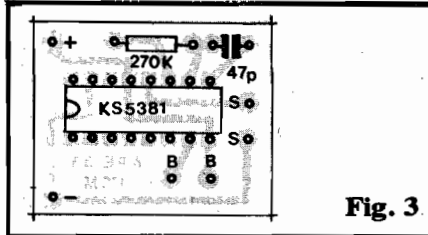
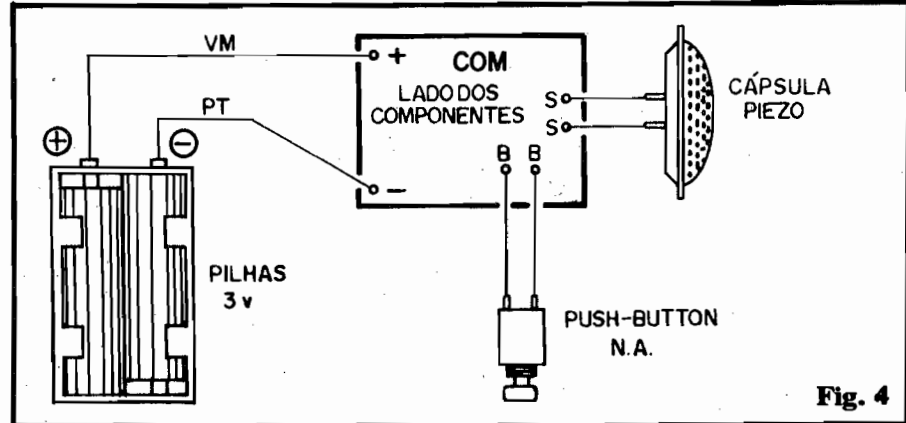

Fig. 3
Fig. 4
- **FIG. 3 - "CHAPEADO" BÁSICO** - Componentes sobre a placa (lado não cobreado) são apenas 3: o Integrado, o resistor e o capacitor! O único cuidado deve ser dedicado ao posicionamento do KS5381 (extremidade com a marquilha virada para a face que contém as entradas de alimentação "+" e "-"...). Quem "conseguir" errar a colocação das peças, será automaticamente classificado como "ANTA DE TÊNIS" (com sua permissão, Jaguar...) e expulso para todo o sempre do seio (êpa!) da família Hobbysta... As ilhas periféricas codificadas destinam-se às conexões de alimentação, **push-button** (B-B) e saída para a cápsula piezo (S-S), ligações estas detalhadas na próxima figura...
- **FIG. 4 - CONEXÕES EXTERNAS À PLACA** - De novo a plaquinha é vista pelo seu lado não cobreado, agora com as ligações "do que fica fora"... Atenção à polaridade da alimentação, sempre codificada com as cores **vermelho** para o **positivo** e **preto** para o **negativo**. As conexões do **push-button** e da cápsula piezo são tão elementares que seria uma afronta aos Leitores ficar aqui dando detalhes... Lembrar apenas que os comprimentos da fiação devem ser compatíveis com a pretendida instalação ou utilização (as medidas dos fios devem - por razões estéticas e práticas - ser
sempre exatamente **as necessárias**, sem "sobras", mas - obviamente - também ser "carências"...). Note ainda que as conexões visualmente detalhadas na fig. 4 correspondem ao modo "UM TOQUE - UMA MÚSICA"... A outra possibilidade de modo tem seus detalhes de conexão externa à placa mostrados na próxima figura...
- **FIG. 5 - SEGUNDA OPÇÃO DE MODO** - Sem "nenhuminha" modificação com relação ao "chapeado" básico (fig. 3), quem quiser um funcionamento no "segundo modo" (execução sequencial e ininterrupta das 7 melodias...) deve, simplesmente, substituir o **push-button** (ver fig. 4) por um **jumper** (pedaço de fio interligando os acessos B-B...) e intercalar, na linha do **positivo** (fio **vermelho**) da alimentação, um interruptor comum (pode ser uma chavinha H-H mini). Nessa disposição, acionando o interruptor o circuito "cantará" todas as músi-